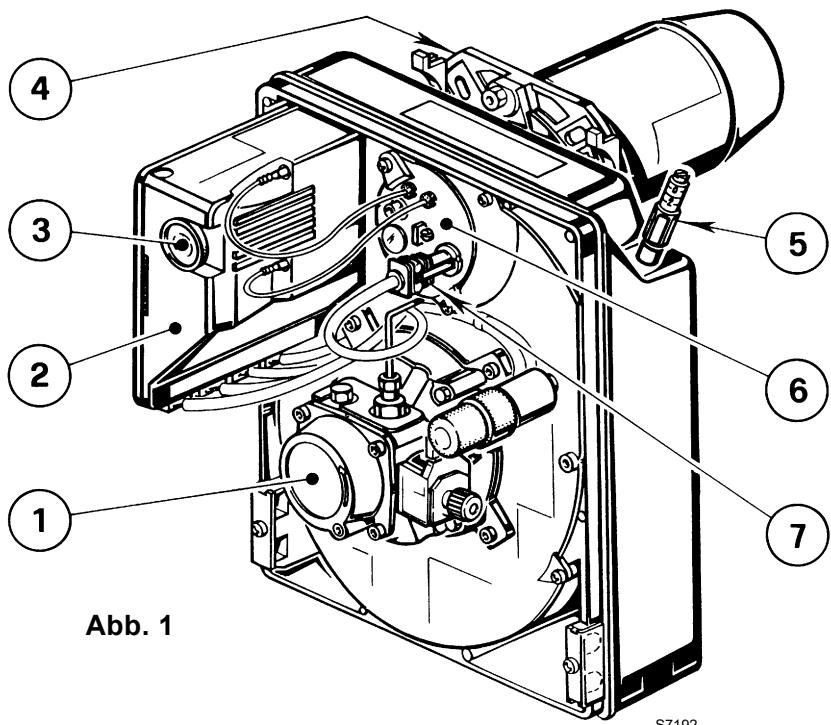

Abb. 1
C Segnalato dalla spia sull'apparecchiatura di comando e controllo (3, fig. 1, pag. 1).
- Effettuare la pulizia della fotoresistenza (7, fig. 1, pag. 1).
Un'anomalia, nel funzionamento nella maggior parte dei casi, porta alla accensione della segnalazione all'interno del pulsante di sblocco dell'apparecchiatura di comando e controllo (3, fig. 1, pag. 1).